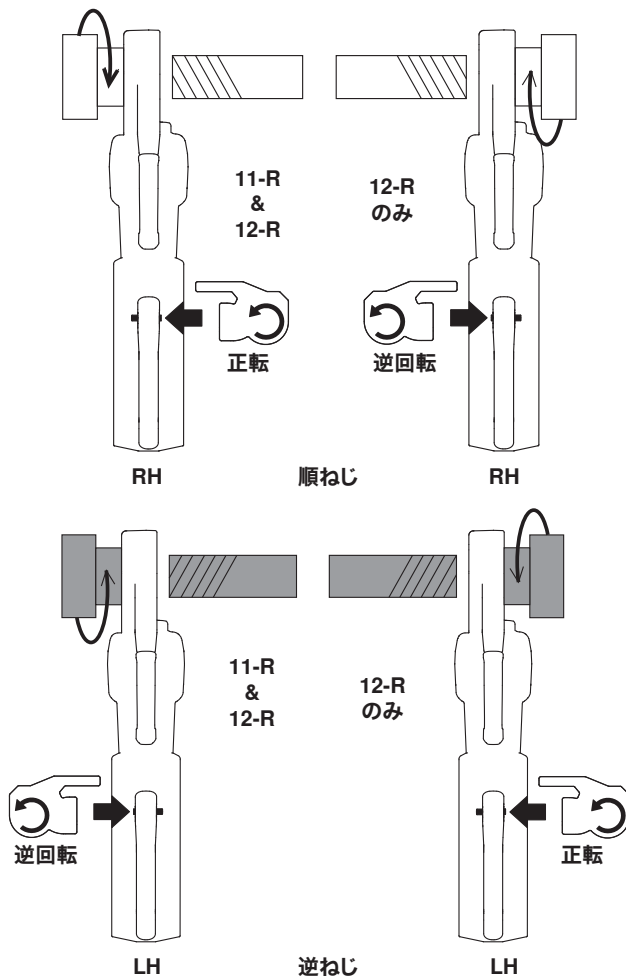

図 9 – 正逆スライドスイッチおよびダイヘッドの方向
7. パワードライブの正転/逆転スライドスイッチを、希望の順ねじまたは逆ねじに合わせて設定します。図 9 を参照してください。